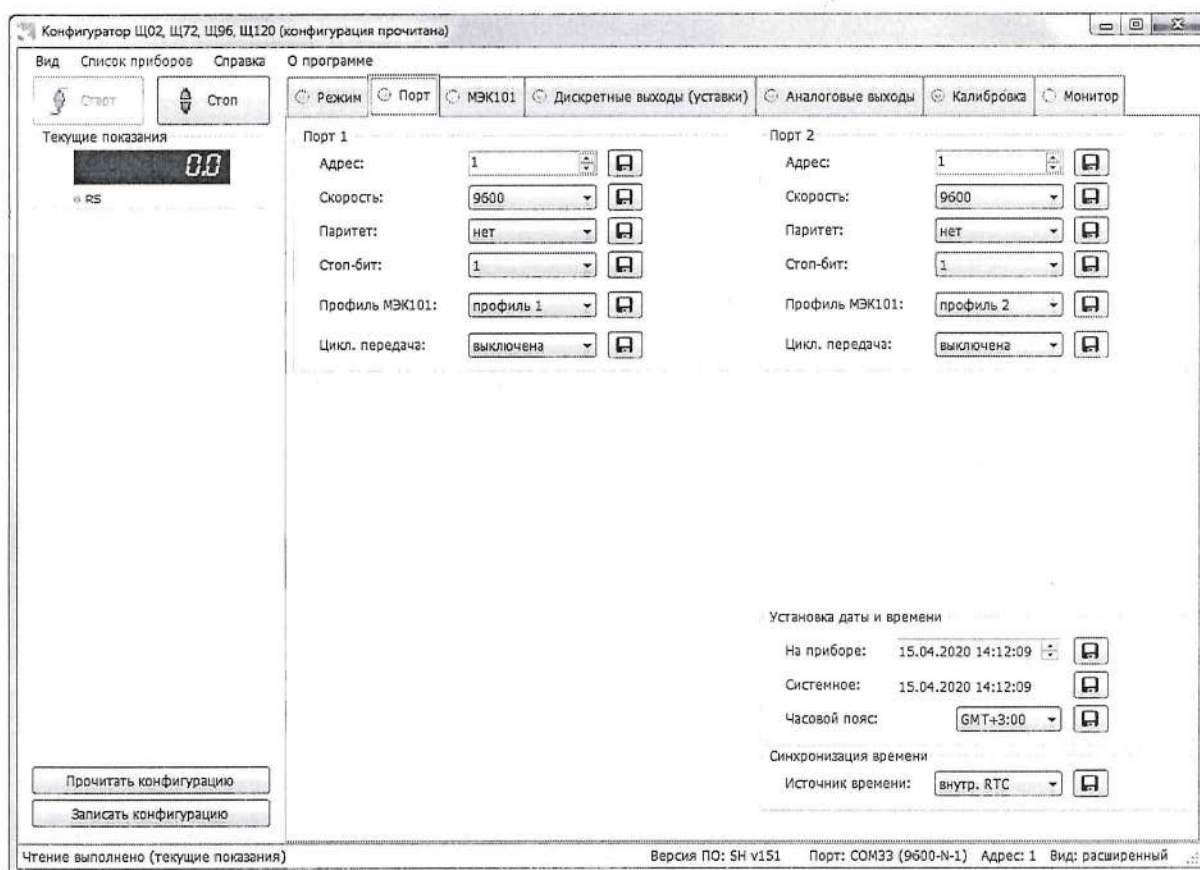

Рисунок 6 – Вкладка «Порт»
3.8.4 Конфигурирование интерфейсов осуществляется во вкладке «Порт» (рисунок 6)